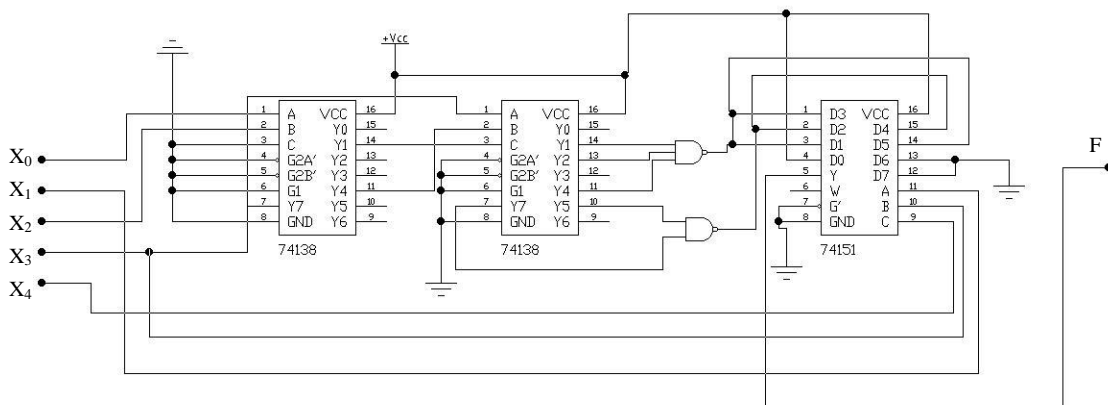

Figura 1
17) Indica qué minterminos conforman la función F que aparece en la Figura 1. Simplifica la función y exprésala como suma de productos y como producto de sumas. Finalmente, implementala función con el C.I. 17454 y el número mínimo de puertas NAND.